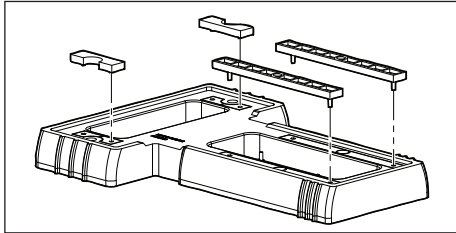

Figure 7. Enclencher les entretoises en place
3. Aligner les broches des quatre entretoises avec les trous de la base. Enclencher les entretoises en place (*Figure 7*).